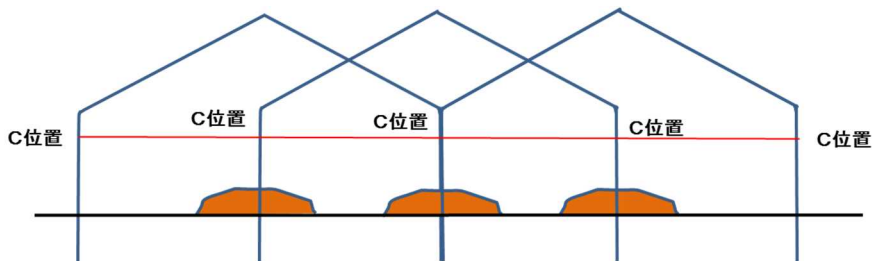

図19 アーチ支柱の妻面の調整
② アーチパイプを埋め込む
- ・ ①のアーチパイプを B 位置まで埋め込み、向かい合うアーチパイプを外ジョイントで連結する。
- ・ 妻面のそれぞれのアーチパイプの高さが揃うように、畝両端のアーチパイプの C 位置に水糸を張り、埋め込み深さを調整する。(図 19)